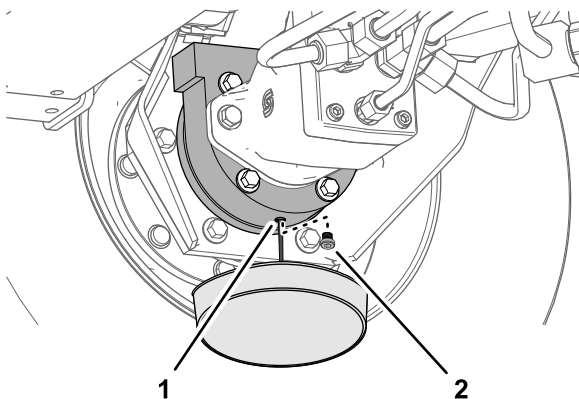

Рисунок 62
- Подставьте сливной поддон под корпус тормоза, снимите пробку сливного отверстия и дайте маслу полностью стечь (Рисунок 62).